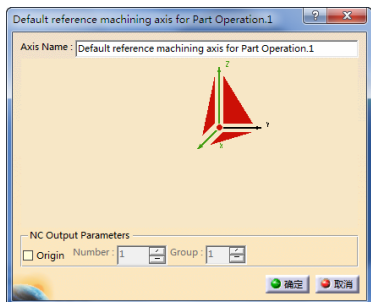

图 4-40 “Default reference machining axis for Part Operation.1”对话框（2）
- 单击“Part Operation”对话框中的 Default reference machining axis system 按钮，弹出“Default reference machining axis for Part Operation.1”对话框（2），如图 4-40 所示。